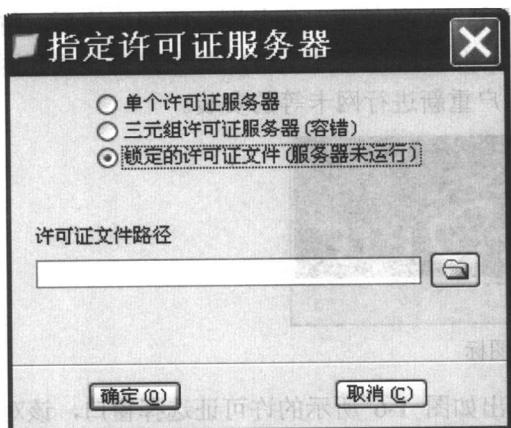

图 1-7 锁定许可证文件对话框
③ 选择【添加】，系统将弹出如图 1-7 所示的锁定许可证文件对话框。